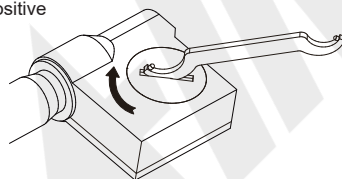

fig.3
- Ponga la tapa de la batería hacia atrás y gire en el sentido horario para arreglarla (fig.3)